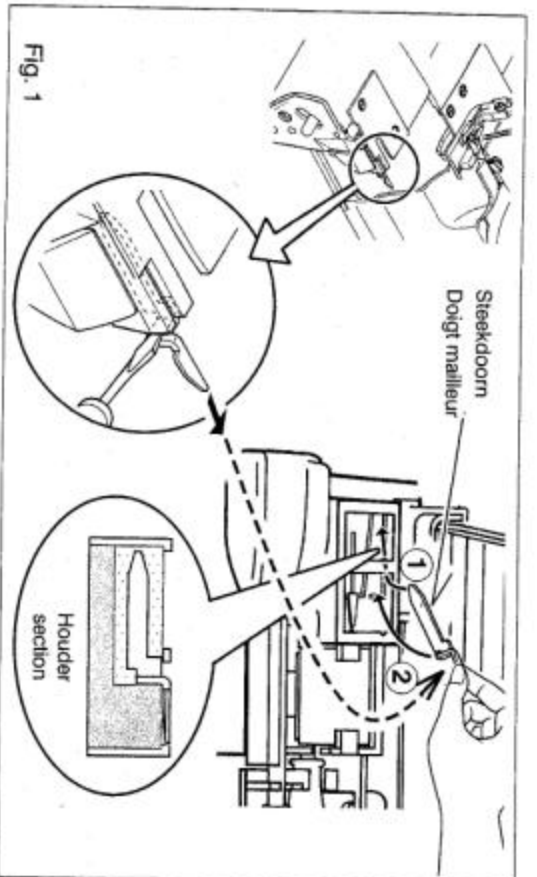

Fig. 1
- Attention de bien s'assurer de l'avoir inséré convenablement comme illustré Fig. 1. Cette pièce essentielle peut se casser en cas de mauvaise manipulation.
2. Als u klaar bent met de zoom, plaats dan de steekdoorn weer in de naaldplaat, en druk deze in de uitsparing, stevig aan, tot hij geheel aansluit. Zie Fig. 1.